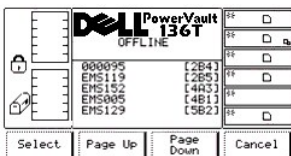

Figure 49. Command > Mailbox > Dialogue Export List
- 1 Si la touche de fonction **OK** est enfoncée, le dialogue suivant s'affiche. Reportez-vous à la Figure 49.
- 1 Si la touche de fonction **Pages** est enfoncée, le dialogue Export List s'affiche à nouveau. Reportez-vous à la Figure 49. Vous pouvez procéder à d'autres sélections ou annuler l'exportation.